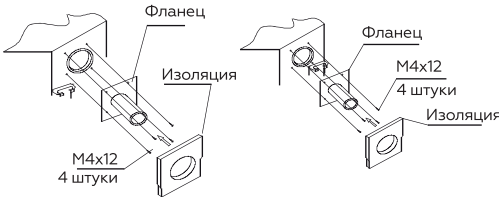

Рис. 30
7. Закрепите фланец и заизолируйте его (Рис. 30).